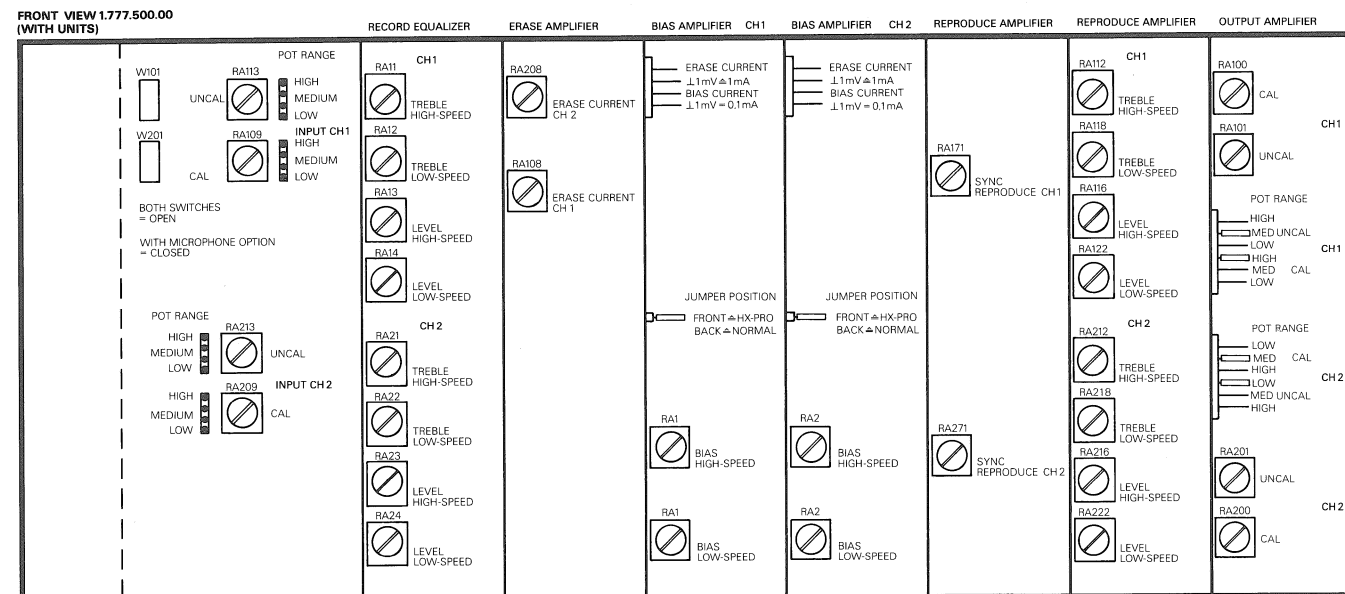

Fig. 20
- Appliquer un signal sinusoïdal de 1 kHz à -20 dBu (IEC) ou -16 dBu (NAB) et régler pendant l'enregistrement, avec présélection REPRO, les potentiomètres (fig. 20):
- Augmenter la fréquence du générateur à 10 kHz au même niveau et régler comme pour 1 kHz les niveaux de sortie au moyen des potentiomètres Treble (fig. 20):
- Reproduire la partie de bande enregistrée précédemment et régler les potentiomètres SYNC REPRODUCE RA171 CH1 (RA271 CH2) sur le PREAMPLIFIER BOARD (fig. 20) pour un niveau de 0 dBu (IEC) ou +4 dBu (NAB).